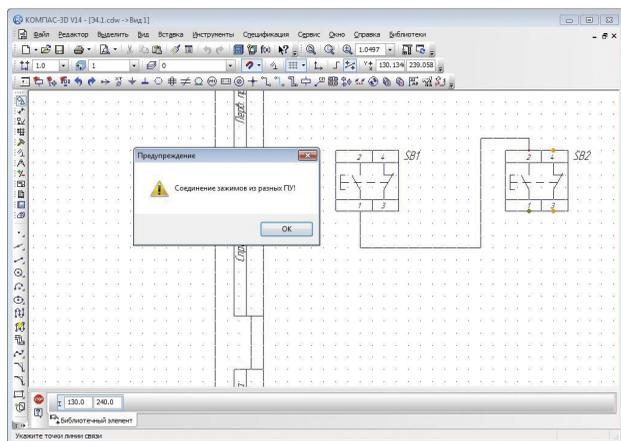

Рис. 10. Контроль подключений
- теперь КОМПАС-Электрик обеспечивает контроль соответствия подключений и зажимов на монтажной схеме и схеме электрической принципиальной (рис. 10).